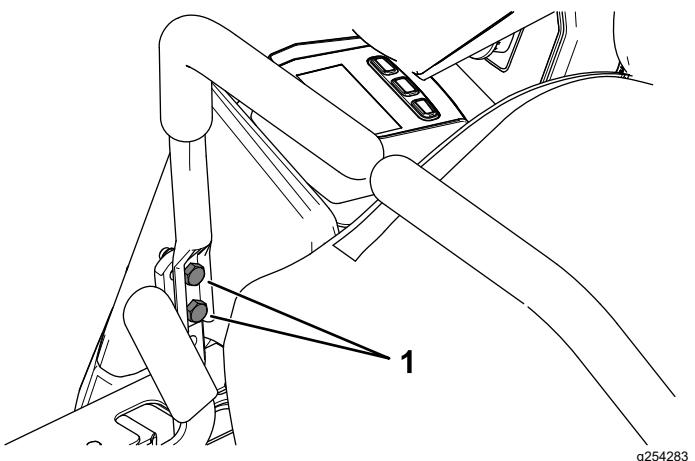

Figure 52
10. Si l'alignement doit être corrigé d'un côté, desserrez les 2 boulons de fixation du levier de commande de déplacement du côté concerné (Figure 52).
12. Resserrez les 2 boulons de fixation du levier de commande de déplacement (Figure 52).